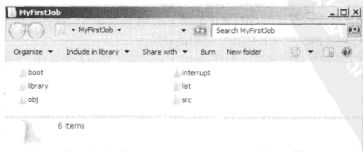

图 4.4.10 建立 MyFirstJob 文件夹
(2) 建立工程
① 首先新建一个文件夹, 命名为 MyFirstJob, 并将 STM32_FW 中的 boot、library、src、obj、list、interrupt 文件夹复制到 MyFirstJob 中, 如图 4.4.10 所示。